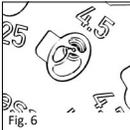

Fig. 6
■ **Fig. 6** Protesens stempel skal anbringes på fordybningsbasis og hovedpladen skal sidde fuldstændigt i den dertil beregnede udsparing, så den øverste flade på hovedpladen passer med overfladen af sizer disken.